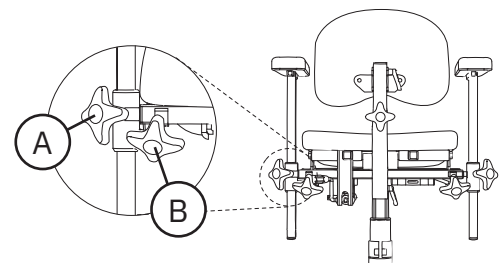

Abb. 5.7 PLUS-Armlehnen
Bei PLUS-Armlehnen können die Höhe (A) und die Breite (B) angepasst werden, siehe Abb. 5.7.